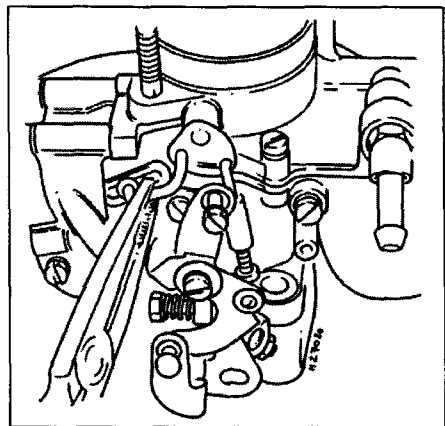

Рис. 4.22 Подгибание управляющей тяги - ручной привод
- 22 Необходимую регулировку проведите подгибанием тяги (рис. 4.22).